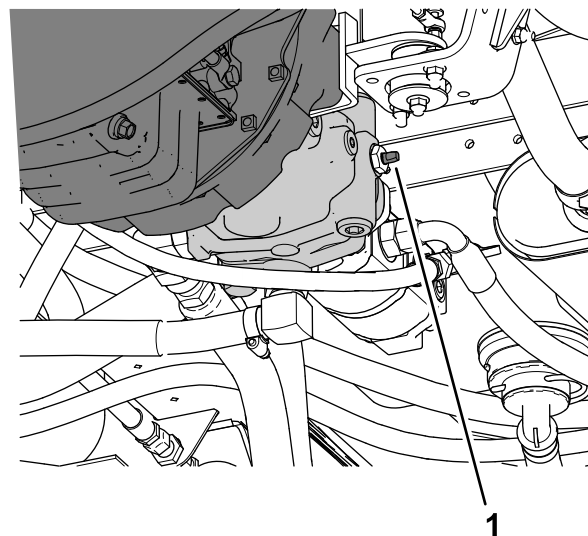

図 60
3. 牽引用バイパスバルブ **図 60**を左右どちらかに90°回転させるとバルブが開く。